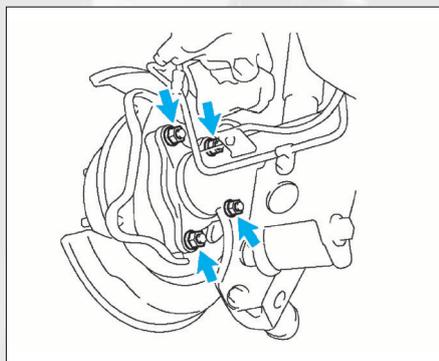

FIG. 24
- Déposer le moyeu en dévissant les 4 écrous au dos du flasque de frein (fig. 24).